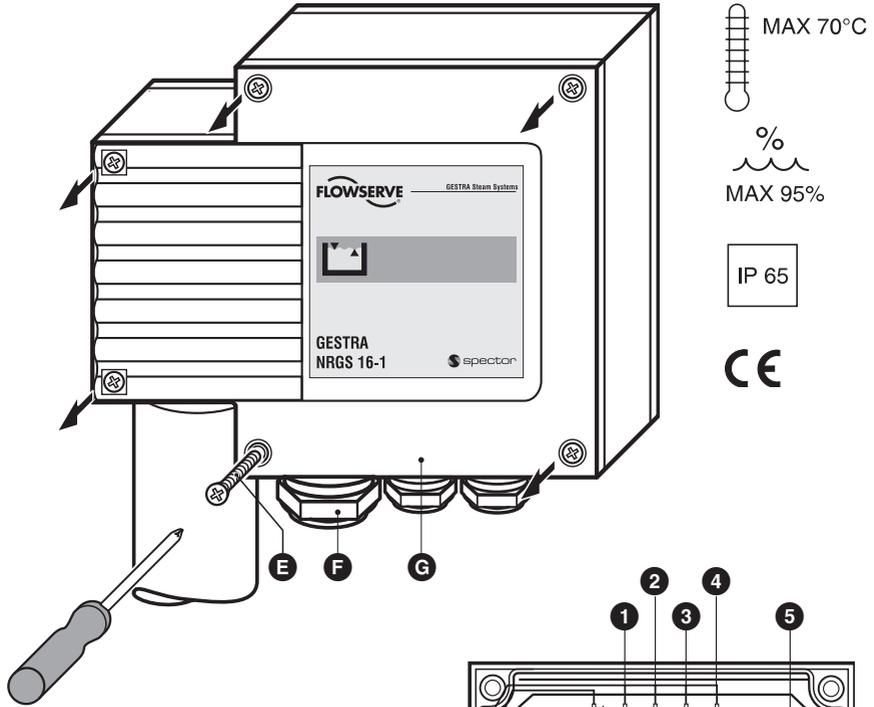

Fig. 6
1. Aflojar y quitar los tornillos **E**, desmontar la tapa de la carcasa **G**. **Fig. 6**